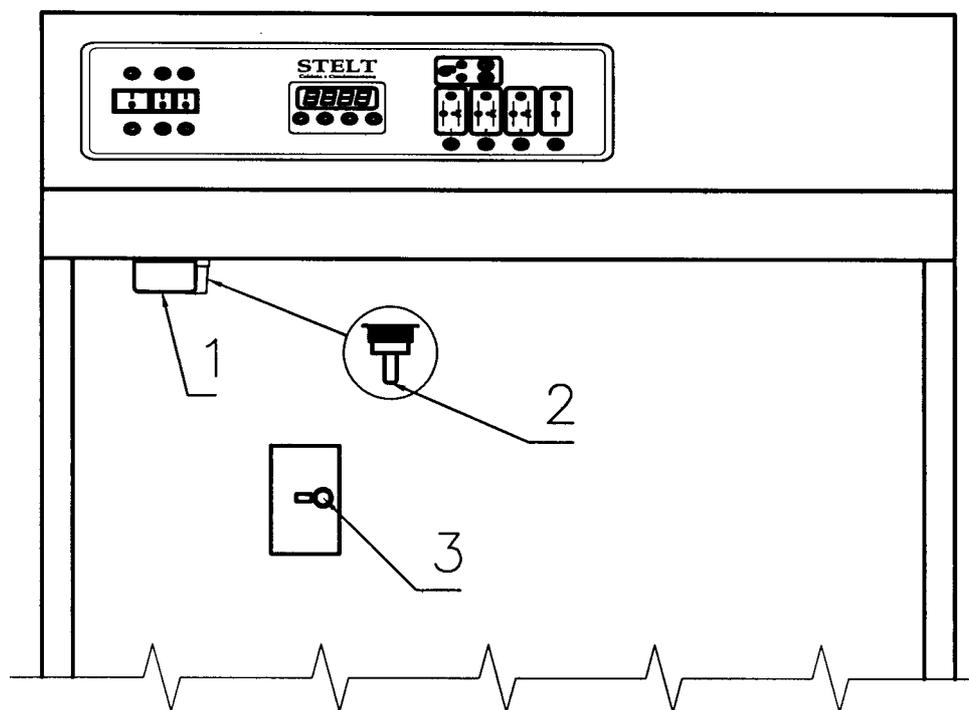

Fig. 3
4.3 FUNZIONAMENTO MANUALE E SBLOCCO CALDAIA (Fig. 3)